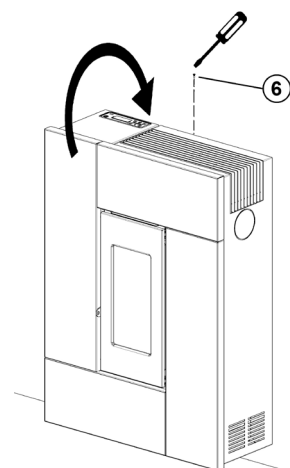

Fig. 55 - Step 3
- Con los 2 tornillos hexagonales y sus pernos (véase **Fig. 55**) bloquee el pedestal a la base (véase **Fig. 56**).